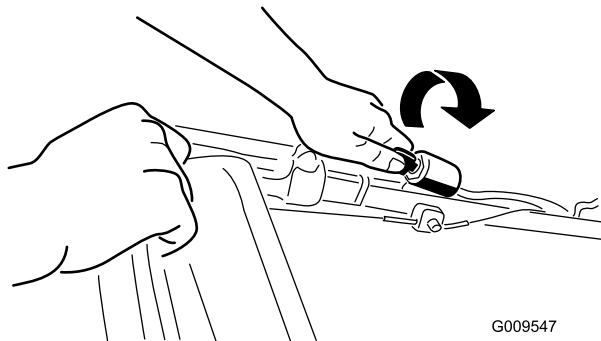

Рисунок 14
2. Поверните ключ зажигания (Рисунок 14) (только для моделей с электрическим запуском) или потяните за ручку стартера (Рисунок 15).